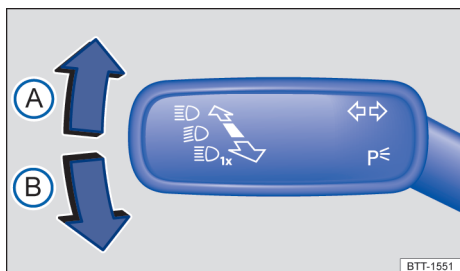

图 66 转向柱左侧：转向信号灯/前照灯远光操纵杆
- 将转向信号灯/前照灯远光操纵杆 → 图 66 从中间位置拨至以下位置：
- (A) 右侧打转向灯 ➡。
- (B) 左侧打转向灯 ⬅。